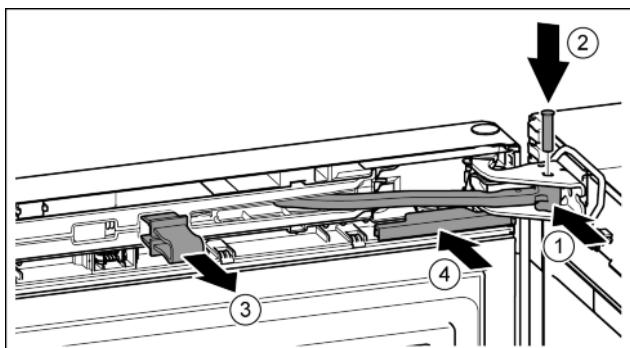

Fig. 23
- Завъртете шарнира в лагерната стойка. Fig. 23 (1)
- Поставете болта в лагерната стойка и шарнира. При това обърнете внимание на това, фиксиращата гърбица е легната правилно в жлеба. Fig. 23 (2)
- Свалете предпазителя. Fig. 23 (3)
- Нахлузете капака. Fig. 23 (4)